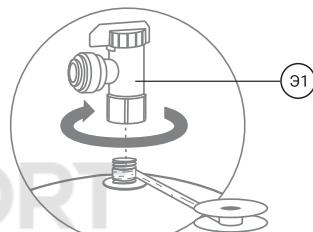

Рис. 20
4. Уплотните фум-лентой резьбовой штуцер накопительного бака, плотно накрутите вентиль (Э1) на резьбовой штуцер (рис. 20). Данный вентиль с цанговым подключением трубы.